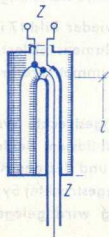

Bild 29
**Bild 29** (Schnittzeichnung) macht deutlich, wie man eine  $\lambda/4$ -Leitung nach Bild 24 mit einer Abschirmung ergänzen kann. Diese Abschirmung wirkt sich zusätzlich als  $\lambda/4$ -Sperrtopf aus.